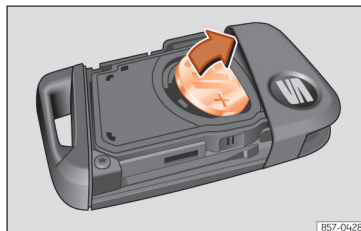

Fig. 47 Cheia autovehiculului: scoaterea bateriei.
- Ridicați bateria din compartimentul său » fig. 47.
- Introduceți o nouă baterie tip pastilă în compartiment » ①.